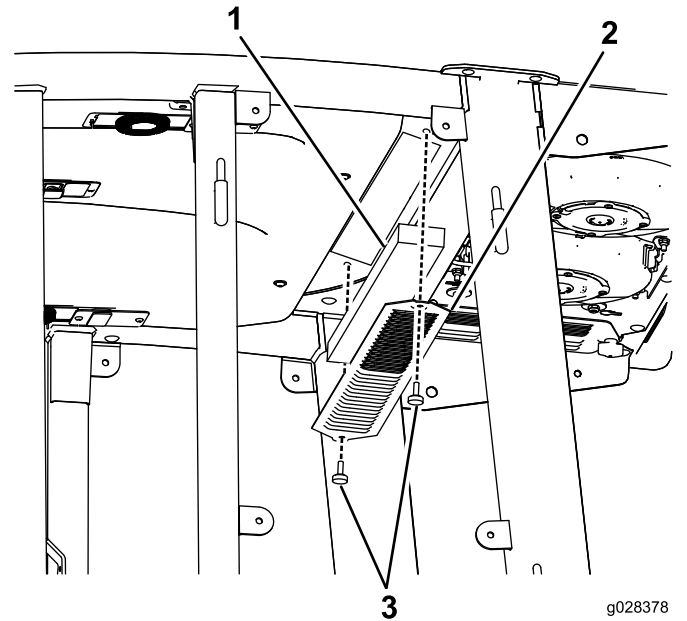
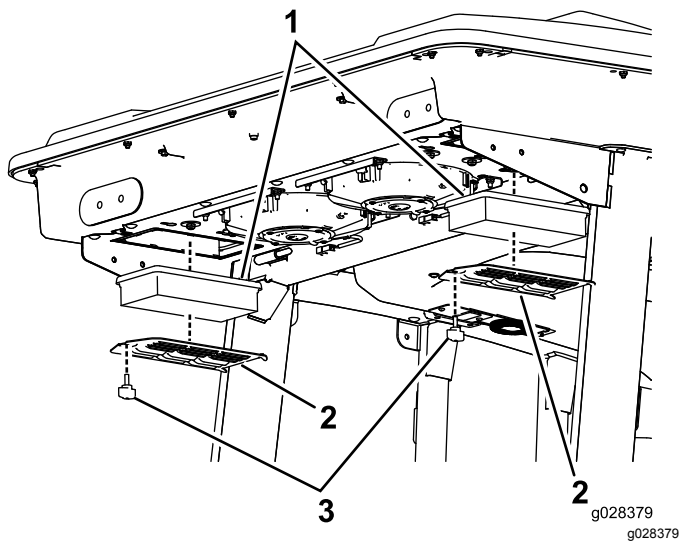

図 54
図 55
1. 室内用と後部用のエアフィルタからねじを外して格子を外す 図 54 と 図 55。